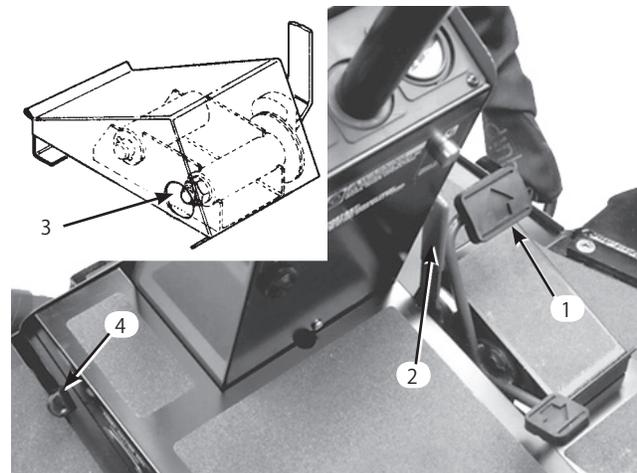
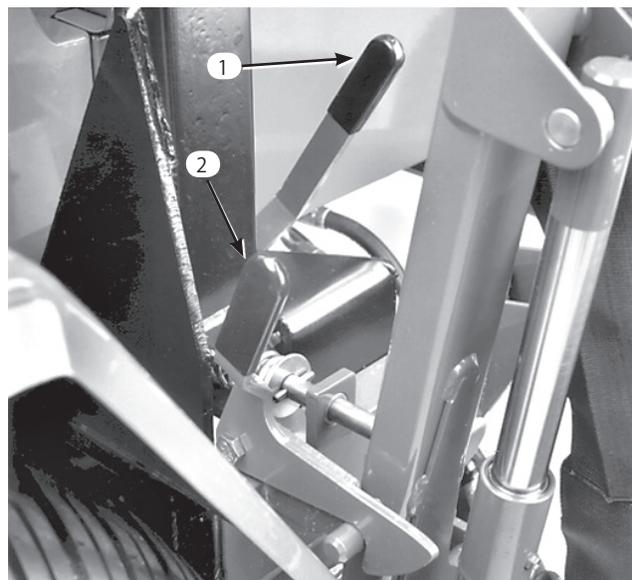

図11
図12
走行ペダル(図11)には、前進、後退の2つの働きがあります。ペダル前部を踏み込むと前進、後部を踏み込むと後退です。速度はペダルの踏み込み具合で調整します。負荷が掛かっていない状態で最高速度を出したい時にはペダルを一杯に踏み込みます(スロットルはFAST位置)。一方、登坂時など負荷が掛かっている時に最大パワーを出すには、(スロットルはFAST位置)走行速度リミッタにペダルを押しつけ、そのまま保持します(それ以上深く踏み込めない)。もしエンジンの回転が下がってくるようなら、回転が回復する位置まで少しずつペダルをゆるめてやります。
速度リミッタ (図11) は、走行ペダルの踏み込み度合いを制限します。これにより、アップダウンの激しい場所でも一定速度を維持し、クリップを一定に保つことができます。
**重要** ペダルを希望位置に保持できないときはカムレバーナット (図11 挿入図) を締めてください。
移動中、カuttingユニットを上昇位置に固定しておきます。前カuttingユニット用はペダル操作 (図11)、前カuttingユニット用はペダル操作 (図11)、中央と外側カuttingユニット用は手操作 (図12) です。